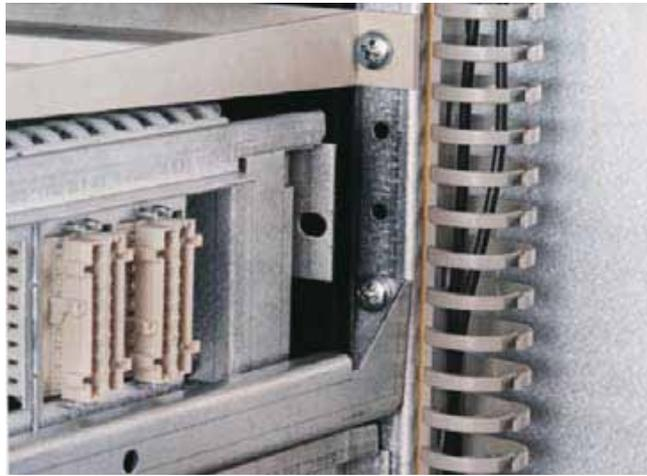

图. 59
- 隔离位置（所有主回路控制回路都是隔离的）。抽屉的断开是可见的(见图.59)